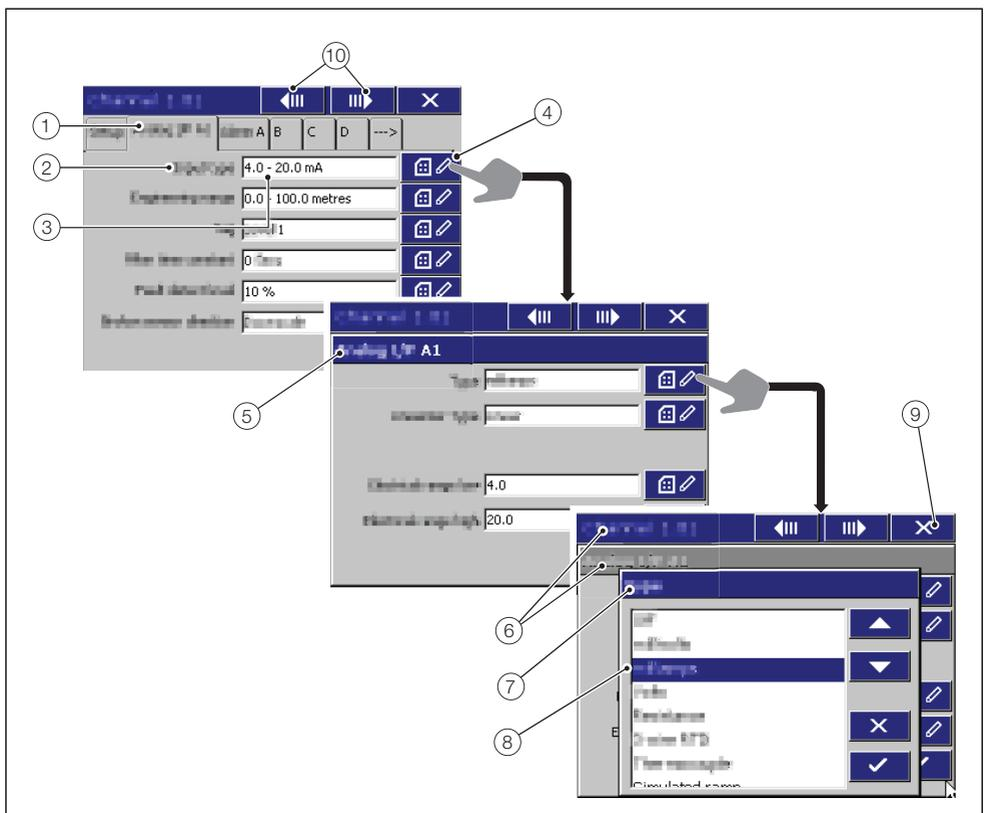

Abb. 8.5 Auffinden der Parametereinstellungen
2. Nehmen Sie Änderungen an Parametern wie in Abb. 8.5 und 8.6 vor (siehe Seiten 66 und 67).
3. Nehmen Sie Änderungen an Parametern wie in Abb. 8.5 und 8.6 vor (siehe Seiten 66 und 67).
Wie in Abb. 8.5 gezeigt, befinden sich die Parameter an den folgenden Positionen: